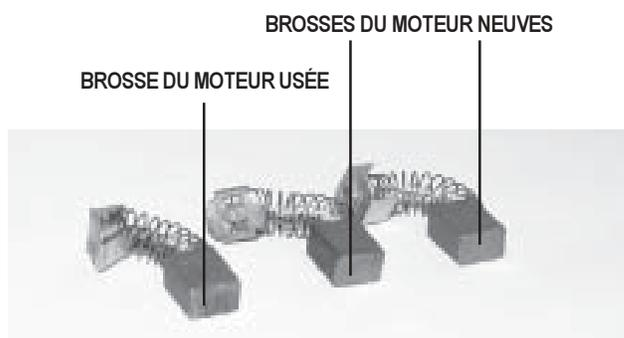

Figure 28. Brosses du moteur
4. Inspectez pour détecter toute usure. Voir la figure 28.